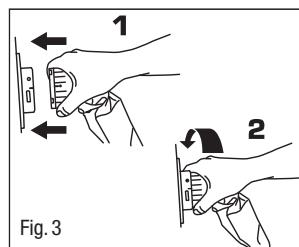

Fig. 3
5. Fixez le tuyau d'alimentation en air au bloc d'alimentation en alignant la ligne noire sur le connecteur du tuyau d'alimentation en air avec la ligne noire sur le connecteur du bloc d'alimentation et en poussant pour les réunir. Faites pivoter le connecteur du tuyau du matelas dans le sens des aiguilles d'une montre jusqu'à ce que l'indicateur vert remplisse le trou indicateur sur le connecteur du bloc d'alimentation (Fig. 3).